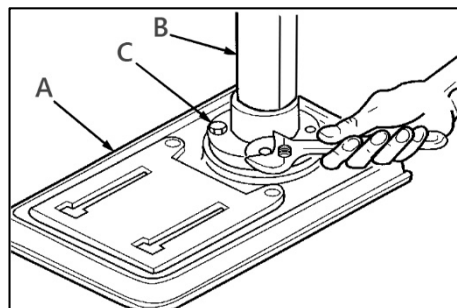

Рисунок 2.
Расположите колонну (B) в сборе на основании (A), выровняйте отверстия во фланце (C) с отверстиями в основании (рис. 2). Вставьте болт в каждое отверстие фланца (C) и основания и затяните подходящим гаечным ключом.